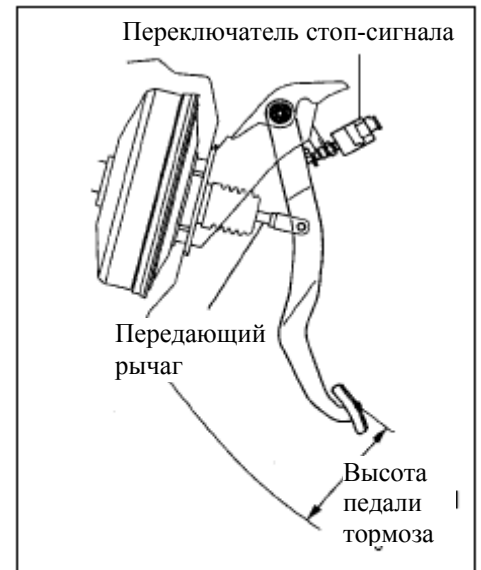

Рис. 248
(2) Отрегулируйте высоту педали тормоза.(рис. 248)